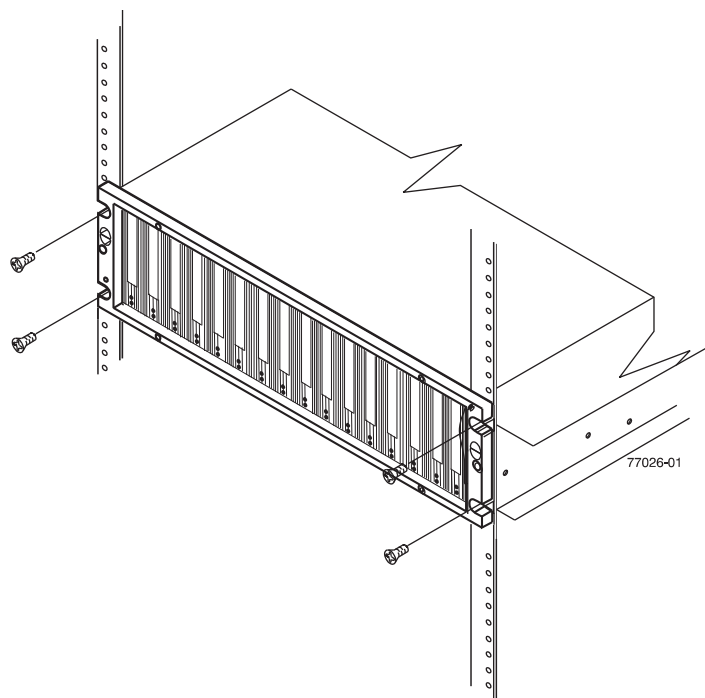

图 13. 将存储扩展机柜固定到机架
4. 固定存储扩展机柜。第 28 页的图 13 显示了如何将存储扩展机柜固定到机架。
- c. 如第 28 页的图 13 中所示，使用四个 M5 螺钉固定存储扩展机柜的前端。